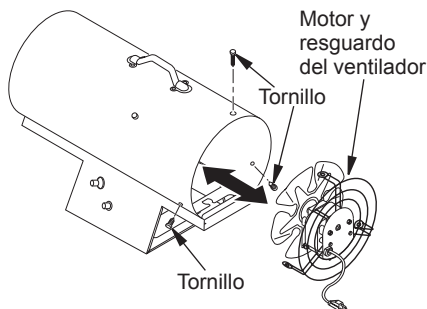

Figura 5 - Extracción del motor y del resguardo del ventilador del calentador (el calentador puede ser diferente al mostrado en la ilustración)
2. Acceda al tornillo de conexión a tierra a través de la parte inferior de la base del calentador. Quite el tornillo de conexión a tierra. Desconecte el cable verde del motor y el cable de alimentación verde de la parte inferior de la cubierta (consulte la figura 5).
5. Quite los tornillos que sujetan el montaje del motor a la cubierta. Use un destornillador para tuercas (consulte la figura 5).
14. Cuidadosamente, haga pasar los cables del motor a través del orificio en la cubierta. Coloque el motor, el montaje del motor y el resguardo del ventilador dentro de la parte posterior de la cubierta del calentador como se muestra en la figura 5.